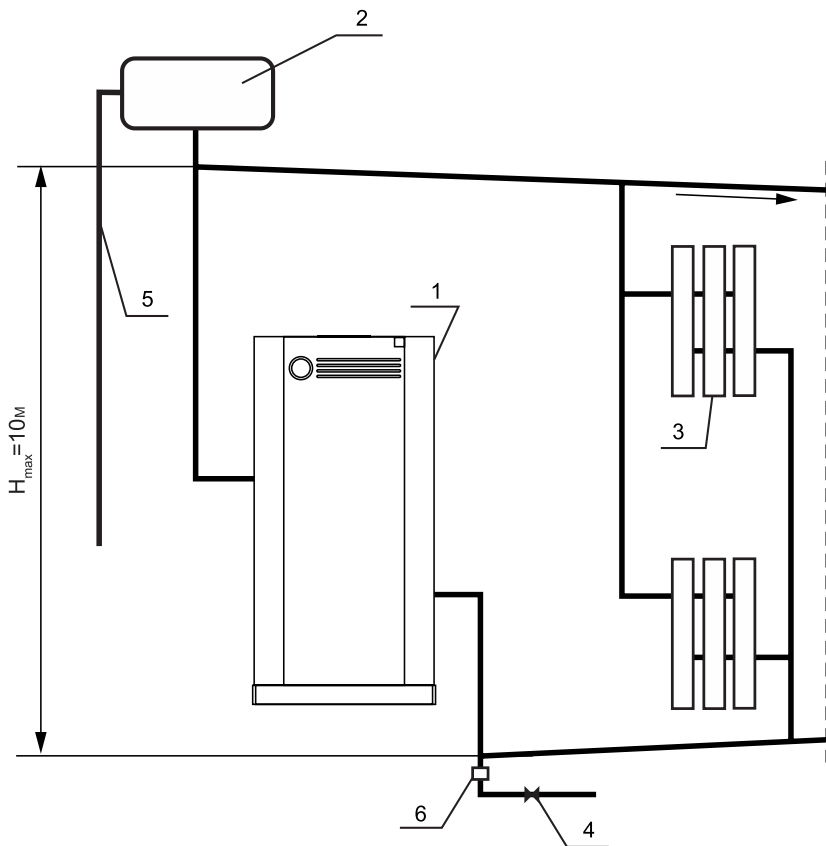

Рис. 2.
- 6.7. Р сширительный б чок уст н влив ется в верхней точке гл вного стояк , жел тельно в от плив емом помещении. З прец ется уст н влив ть вентиль н сигн льной трубе (см. рис. 2, 3).